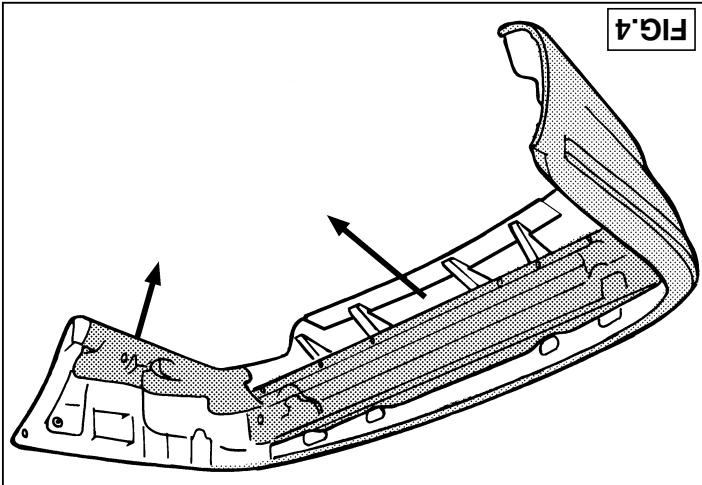
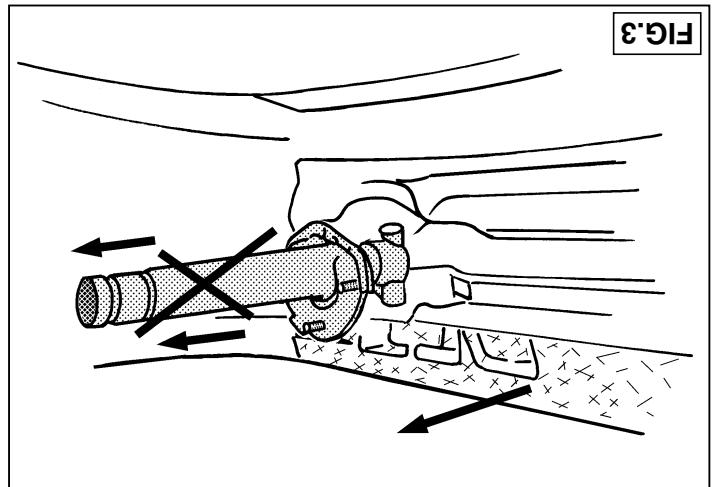
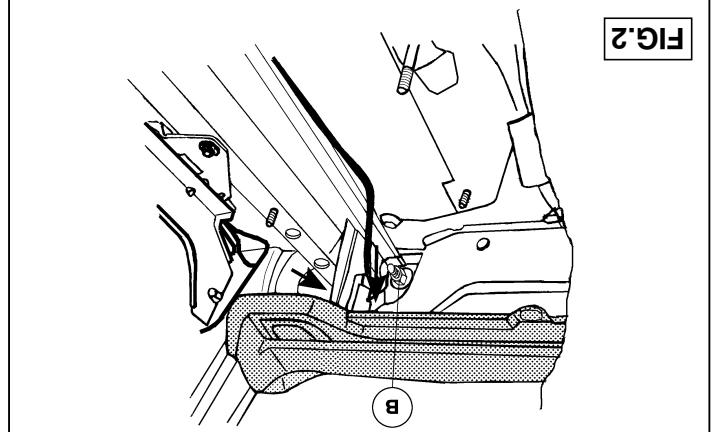

FIG.4
FIG. 3
FIG.2
- Ta bort de i fig. 1 markerade delarna ur bagageutrymmet. Demontera stötfångaren. Stötfångarens fästsprövar "till vänster i bagageutrymmet" anges i fig. 2. Situationen till höger är spegelvänt. Demontera stötdämparna ur stötfångaren enligt fig. 3. Dessa sätts inte tillbaka. Ta bort ramen av lättmetall, påfyllningsdelen av polystyren och, om monterad, värmeskölden ur stötfångaren enligt fig. 4. Såga ut mittdelen ur lättmetallramen längs den förstansade streckade linjen (fig.5).
- Klipp ut en del ur förstärkningsrännan på stötfångarens insida enligt fig. 6 t o m 6a. Klipp ut fasonmallen och placera den på stötfångarens insida enligt fig. 6b. Såga ut den i fig. 6c markerade delen. **OBS! Skada inte stötfångaren vid borrandet.** Anbringa enligt fig. 7 packningarna på bakväggen vid chassis vänstra och högra del. Placera stöden A enligt fig. 7a och 7b i det vänstra och högra chassit. Placera stöd D på bagageutrymmets sida "enligt fig. 2" och fäst fyra skruvar M10x35 inklusive planbrickor, fjäderbrickor och muttrar på punkterna C. Sätt fast skruvarna för hand.
- Kofangangerbøltenne „til venstre“ i bagagerummet er angivet i fig. 2. Den høje side er identisk med den venstre. Demontrer i fig. 3 kofangage-rens stoddæmper. Stoddæmperne anvendes ikke længere. Fjern kof-angangers letmetalrammen, udrydningssorter af polystryren og (hvis det er relevant) varmeskjalder i fig. 4. Såv midtdeleien ud af letmetalram- men ved at sørge forledede linie.
3. Kofangangeren skal nu siddende i bagagerummet. Demontrer i fig. 2. Den høje side er identisk med den venstre. Demontrer i fig. 3 kofangage-rens side er identisk med den venstre. Demontrer i fig. 4. Såv midtdeleien ud af letmetalrammen, udrydningssorter af polystryren og (hvis det er relevant) varmeskjalder i bagagerummet i fig. 5. Demontrer i fig. 6.
- Placer beslaget D på bagagerumssiden tildele fig. 2 og monter manuet til dette. Og tildele C
1. Retirar del maletero las partes indicadas en la fig. 1. Desmontar el parachoques. Los tornillos de fijación del parachoques "a la izquierda en el maletero" se indican en la fig. 2. La situación a la derecha es su inversa. Desmontar de acuerdo con la fig. 3 los amortiguadores del parachoques. Los amortiguadores no se vuelven a poner. Retirar del parachoques el armazón metal ligero, el espaciador de poliestireno y, si presente, el escudo térmico de acuerdo con la fig. 4. Serrar por la línea de puntos preperforada (fig. 5), la parte central del armazón de metal ligero.
2. Recortar de acuerdo con las fig. 6 a 6a una parte de la costilla de refuerzo en el interior del parachoques. Recortar la plantilla y colocarla en el interior del parachoques de acuerdo con la fig. 6b y serrar la parte indicada en la fig. 6c. **¡Atención! Al taladrar no dañar el parachoques.** Montar las juntas de acuerdo con la fig. 7 a la altura del chasis izquierdo y derecho en la pared trasera. Colocar los soportes A en el chasis izquierdo y derecho conforme las fig. 7a y 7b. Colocar en el lado del maletero el pequeño soporte D "de acuerdo con la fig. 2" y fijar a la altura de los puntos C cuatro tornillos M10x35 inclusive arandelas planas, grover y tuercas, sin apretar del todo.
dos tornillos M12x75/31.2 inclusive arandelas planas y tuercas de seguridad. Apretar los tornillos de fijación de la bola de acuerdo con la tabla. Colocar el parachoques inclusive el gancho de remolque y fijarlo "de acuerdo con la fig. 2" a la altura de los puntos B por medio de seis tuercas de seguridad M10 inclusive arandelas planas. Apretar todos los tornillos y tuercas de acuerdo con la tabla y volver a poner las partes indicadas en la fig. 1.